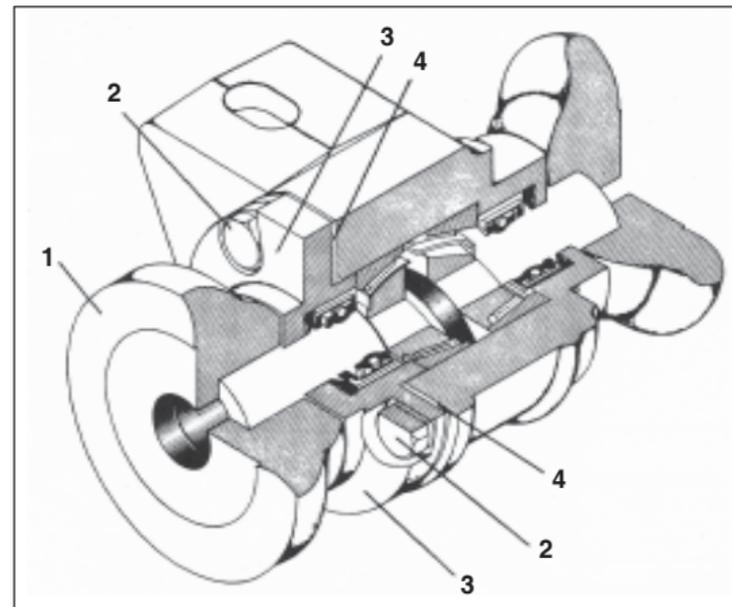

FIGURA 19
AJUSTE DE LOS COJINETES (FIGURA 19)
- Retirar la roela ítem 1 **FIGURA 19**.